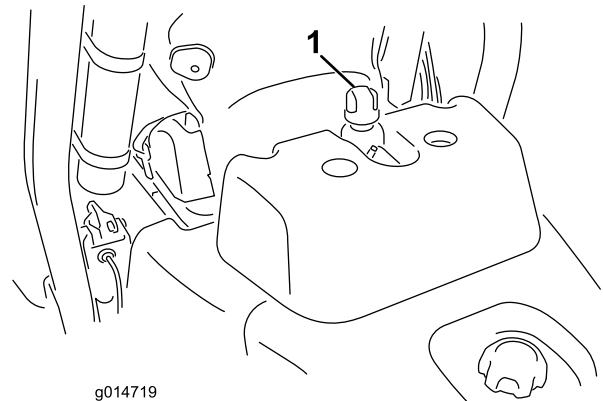

Figura 31
2. Retire el tapón del depósito (Figura 31).